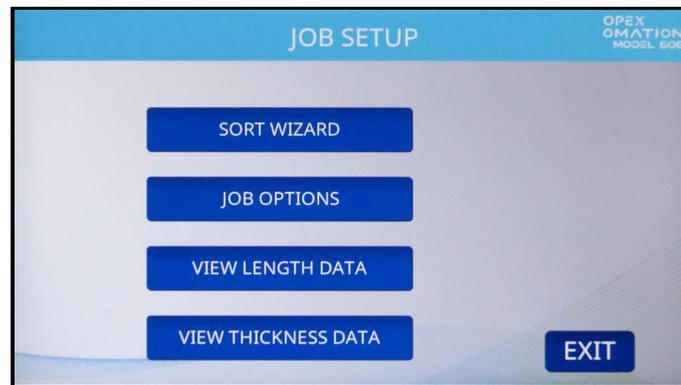

Abbildung 6-8: Bildschirm „Auftragseinrichtung“
3. Wenn Sortierfunktionen vorhanden sind, wird der Bildschirm **JOB SETUP (AUFTRAGSEINRICHTUNG)** angezeigt (Abbildung 6-8). Die Optionen auf diesem Bildschirm werden im Folgenden beschrieben. Für diesen Vorgang drücken Sie bitte **JOB OPTIONS (AUFTRAGSOPTIONEN)**.